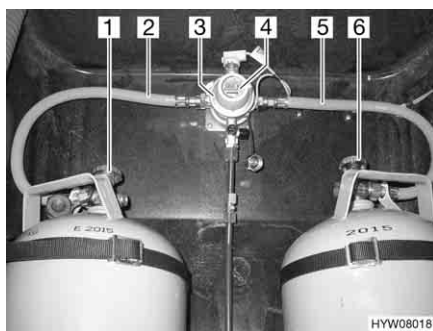
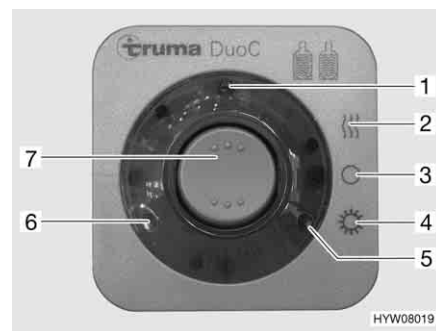

Fig. 54 Impianto di commutazione DuoControl
Fig. 55 Centralina di controllo
L'impianto di commutazione DuoControl è costituito da una valvola di commutazione (Fig. 54,3) e da una centralina di controllo (Fig. 55). La valvola di commutazione è installata tra i tubi del gas (Fig. 54,2 e 5). Con la manopola (Fig. 54,4) sulla valvola di commutazione è possibile stabilire, quale delle bombole del gas viene utilizzata come bombola in uso e quale bombola del gas viene utilizzata come bombola di riserva.
Sulla centralina di controllo (Fig. 55) possono venire azionate solo le funzioni elettriche. Le valvole principali di arresto delle bombole del gas (Fig. 54,1 e 6) devono essere aperti manualmente.
La valvola di commutazione garantisce una pressione del gas costante, indipendentemente da quale bombola provenga l'alimentazione del gas. Le due spie di controllo sulla centralina di controllo indicano il livello di riempimento della bombola in uso. Se è accesa la spia di controllo verde (Fig. 55,6), la bombola in uso è piena. Se è accesa la spia di controllo rossa (Fig. 55,5), la bombola in uso è vuota. Il rifornimento di gas avviene poi tramite la bombola di riserva.
- Aprire le valvole principali di arresto delle bombole del gas (Fig. 54,1 e 6).
- Con la manopola (Fig. 54,4) sulla valvola di commutazione (Fig. 54,3) selezionare la bombola del gas, da cui proviene la principale alimentazione del gas (bombola in uso).
- Sulla centralina di controllo (Fig. 55) attivare l'impianto di commutazione DuoControl.
Posizionare l'interruttore a bilico (Fig. 55,7) su funzionamento invernale "On e riscaldamento" (Fig. 55,2) oppure su funzionamento estivo "On" (Fig. 55,4). La valvola di commutazione è ora disareata. La spia di controllo gialla (Fig. 55,1) è accesa, se si seleziona la modalità di funzionamento invernale e l'impianto antighiaccio con regolatore è attivato.
- Portare l'interruttore a bilico (Fig. 55,7) in posizione "O" (Fig. 55,3). La spia gialla di controllo (Fig. 55,1) si spegne.
- Chiudere le valvole principali di arresto delle bombole del gas (Fig. 54,1 e 6).
Le spie di controllo sulla centralina di controllo (Fig. 55,5 e 6) segnalano all'interno del veicolo, se la bombola in uso è pronta al funzionamento.
Se la spia di controllo verde (Fig. 55,6) si spegne durante il funzionamento e la spia di controllo rossa (Fig. 55,5) si accende, significa che la bombola del gas selezionata come bombola in uso è vuota e deve essere sostituita. La bombola di riserva continua ad alimentare le utenze a gas.